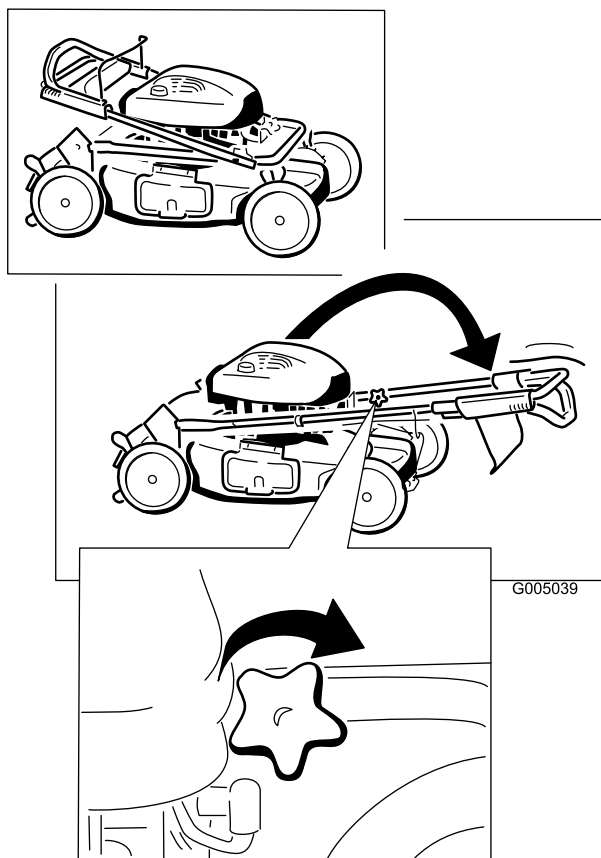

Figure 3
1. Dépliez la moitié supérieure du guidon vers l'avant jusqu'à ce que les deux moitiés soient dans le prolongement l'une de l'autre et s'emmanchent ensemble correctement, puis serrez les boutons de fixation du guidon (Figure 3).